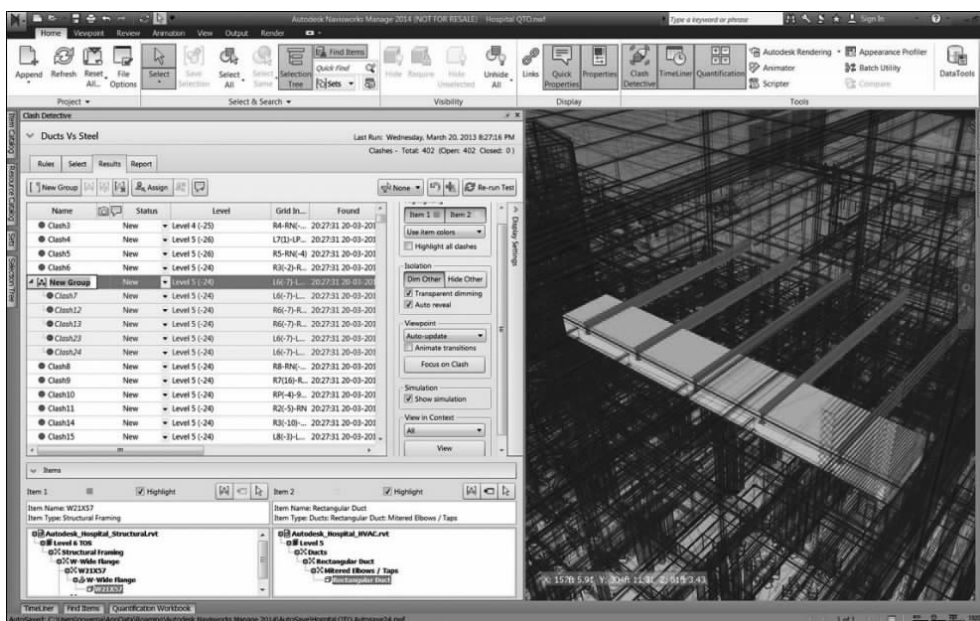

图 3-9 碰撞检查
- (1) 实现实时的可视化,支持漫游并探索复杂的三维模型以及其中包含的所有项目信息;
- (2) 对三维项目模型中潜在冲突进行有效的辨别、检查与报告,如图 3-9 所示;